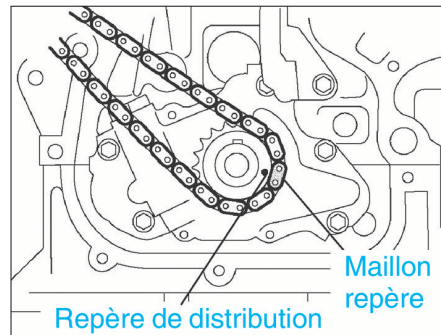

FIG. 40
- Reposer la chaîne sur le pignon de vilebrequin avec le maillon de couleur jaune aligné sur les repères de calage du pignon de vilebrequin (fig. 40).